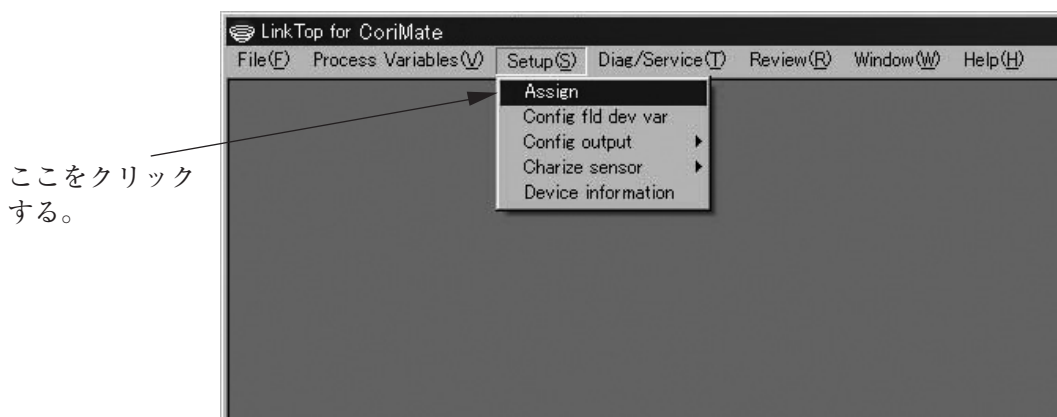

図19
① 図19のように、画面上部メニューの「Setup(S)」をクリックし、「Assign」を選び再度クリックします。